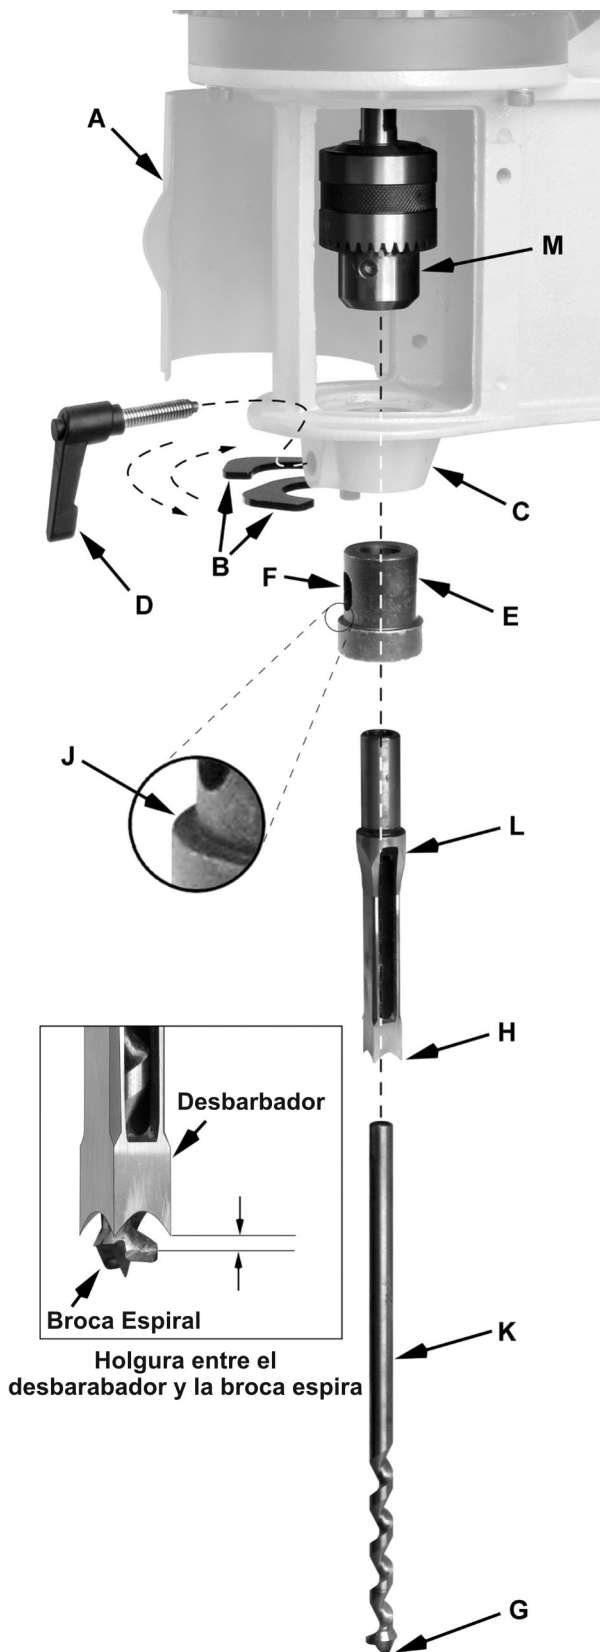

Figura 6
Refiriéndose a Figura 6:
1. Abra la puerta (A).
2. Gire dos espaciadores de buje (B) lejos del cabezal (C).
3. Afloje el tornillo de candado (D).
4. Inserte el buje\* del cincel (E) en el cabezal (C), alineando el agujero (F) con el tornillo candado (D).
5. Fije el *tornillo candado* (D) de tal forma que la punta roscada se extienda hacia el agujero (F) of the *bushing* (E), sosteniendolo en su lugar. El buje debe aun tener aproximadamente  $\frac{1}{4}$ " de margen de maniobra vertical.
6. La *tolerancia del cincel al taladro* (vea Figura 6) es la tolerancia vertical entre el taladro y el cincel.
8. **Espaciadores** de posición (B) para que descansen contra el buje sobre el labio (J).
9. Inserte el *taladro* (K) en el *cincel* (L). Después inserte en ensamblaje a través del buje (E). Utilizando guates o un bloque de Madera, presione hacia arriba el taladro hasta donde logre llegar. La varilla debera deslizarse hacia la apertura en la parte inferior del portabrocas (M).
10. Utilizando la llave del portabrocas, ajuste el portabrocas (M) para asegurar el taladro (K).
11. Mueva los *espaciadores* (B) lejos del *buje* (E), empuje el cancel y el buje hacia arriba contra el *cabezal* (C); y después ajuste el *tornillo candado* (D).